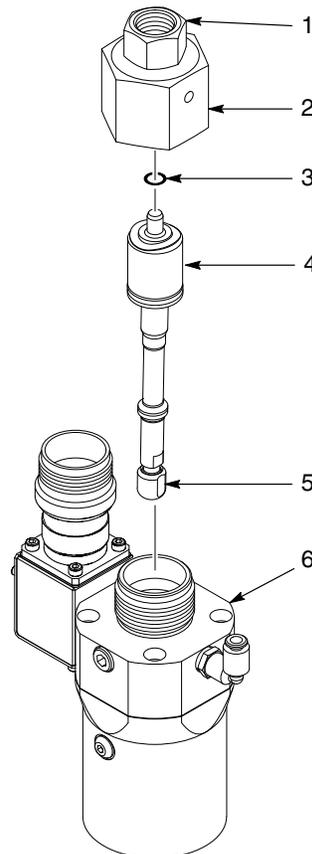

Abb. 10 Wirbelpatrone ersetzen
2. Siehe Abbildung 10.
1. Siehe Abbildung 10.